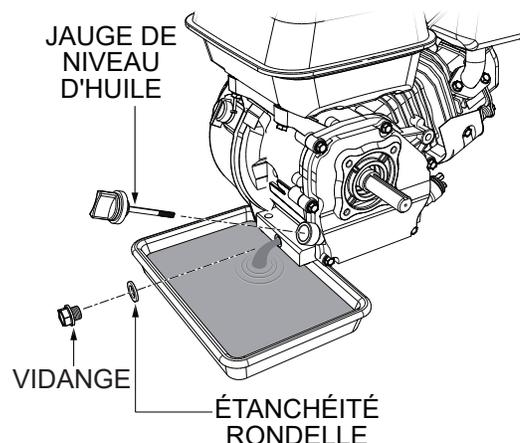

Figure 22. Vidange de l'huile moteur
1. Vider l'huile à moteur lorsqu'elle est chaude, comme indiqué dans la Figure 22.